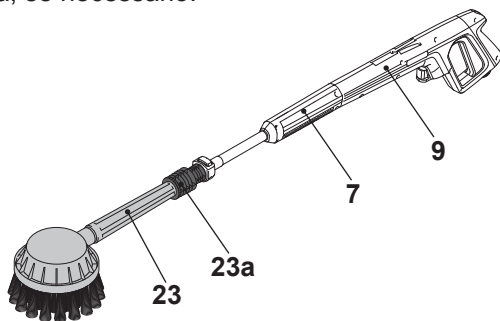

Fig. 10
1. Instale a lança extensora (7) na pistola pulverizadora (9) (Fig. 10).
2. Fixe a escova rotativa (23) na lança de extensão.